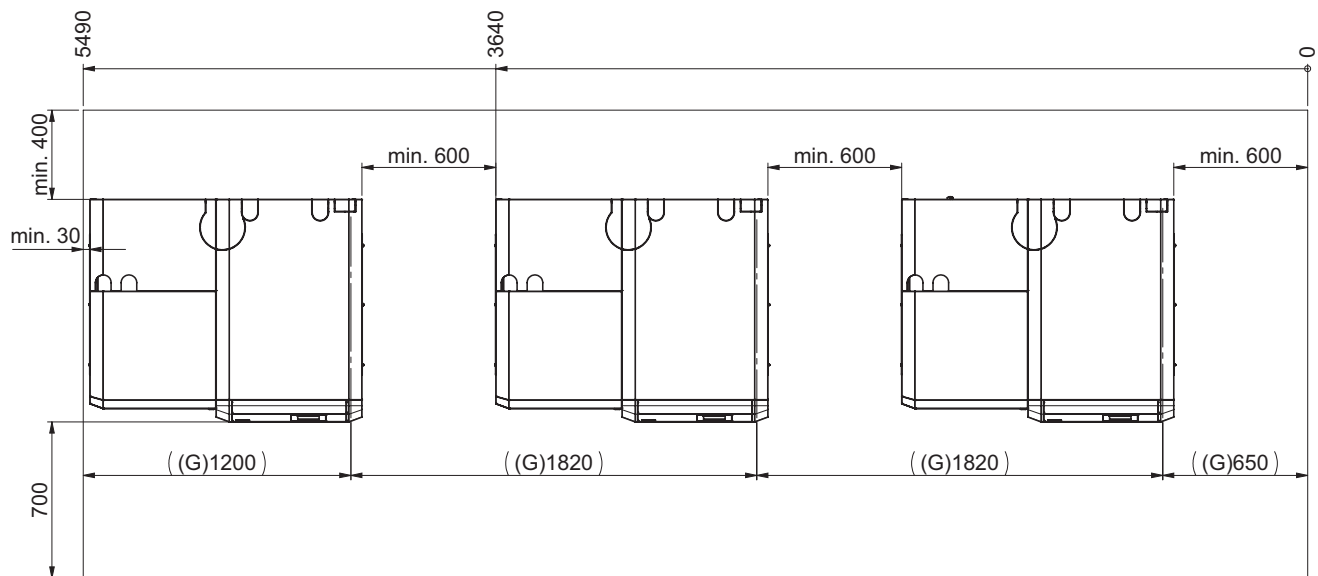

Fig. 18 Pelletskessel Kaskade – Ansicht von oben
- Mindestabstand zueinander mit mindestens 600 mm – Fig. 18.